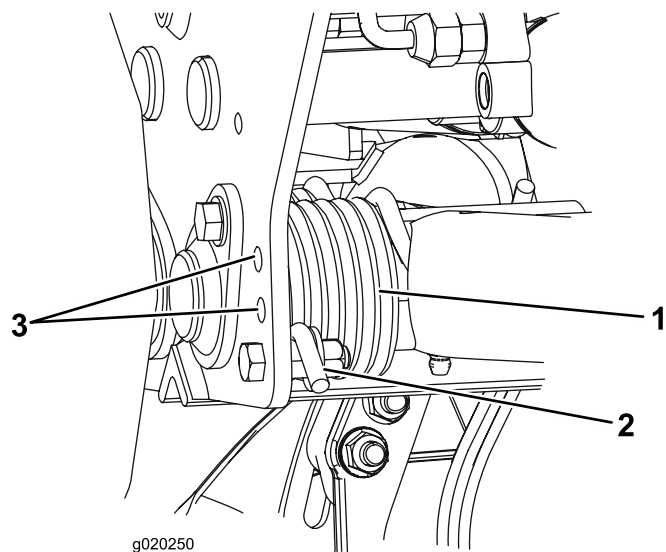

Figura 33
2. Coloque un tubo u otro objeto similar sobre el extremo largo del muelle para aliviar la tensión durante el ajuste (Figura 33).
3. Para aliviar la tensión del muelle, retire el perno y la contratuerca que sujetan el actuador del muelle al soporte (Figura 33).